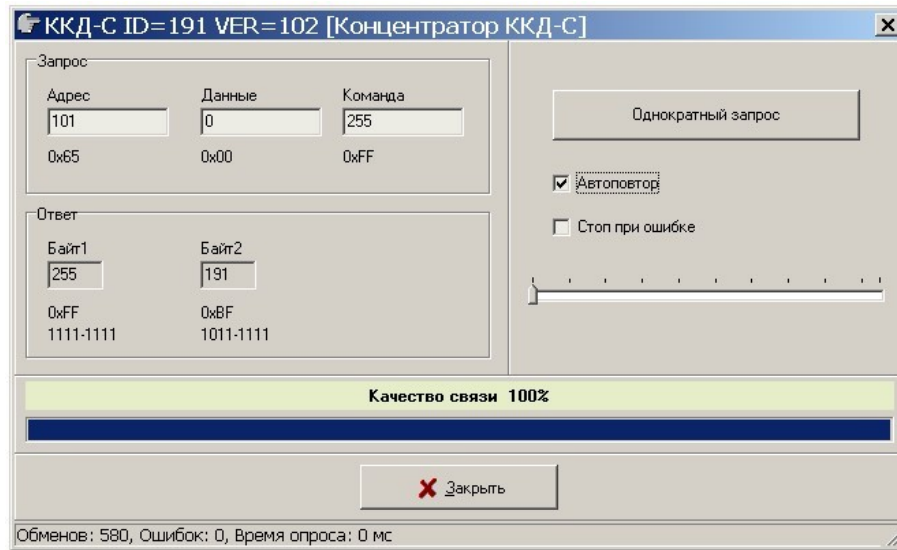

Рисунок 12
5) Выбрать в таблице ККД-С и проверить качество связи, выполнив команду «Ручной», команда 255, установить признак «Автоповтор» (рисунок 12). Качество связи должно быть 100%, количество ошибок в строке «Ошибок» должно быть 0 при количестве запросов «Обменов» не менее 1000. При необходимости подобрать порог интерфейса СОС-95 для достижения качества связи 100%. Выполнить команду «Закрывать».